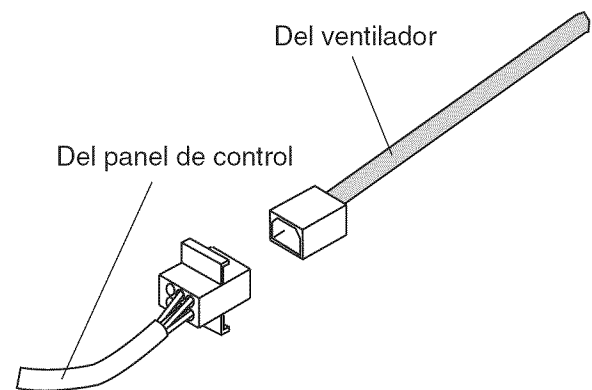

Figura 19: Cableado entre la campana y el ventilador integrado
3. Enchufe el conector Molex del ventilador al conector situado en el interior de la campana, como se enseña en la Figura 19.